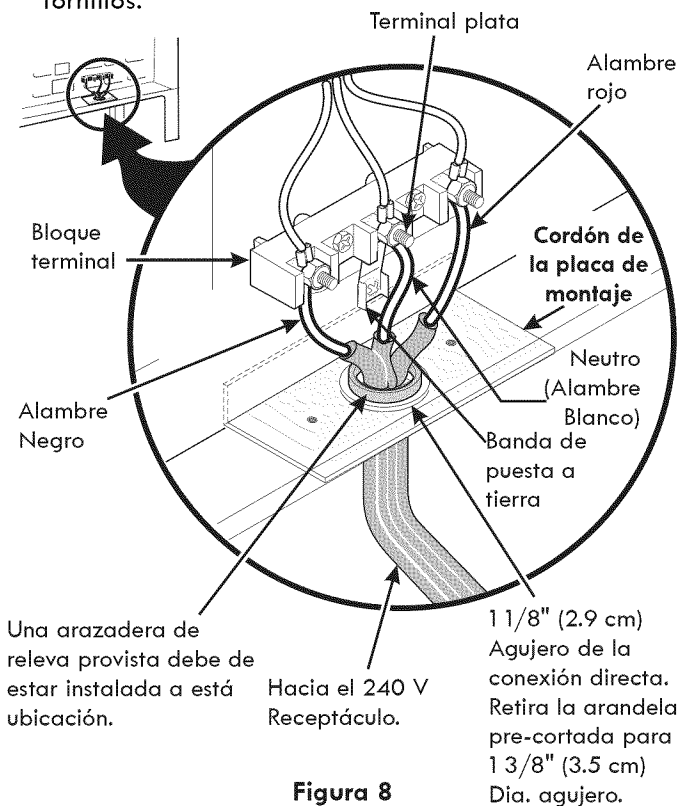

Figura 8
Si los códigos locales permiten la conexión del conductor a tierra del armazón al alambre neutro del cable de bronce del suministro eléctrico (vea figura 8).
2. Utilizar los tuercas suministraron en el paquete de la literatura para conectar la parte neutral del cable de bronce de suministro eléctrico al terminal plateado que se encuentra al centro del bloque terminal y, conectar los otros alambres a los terminales según el color (alambres rojos conectados al terminal derecho, alambres negros conectados al terminal izquierdo) (vea figura 8).